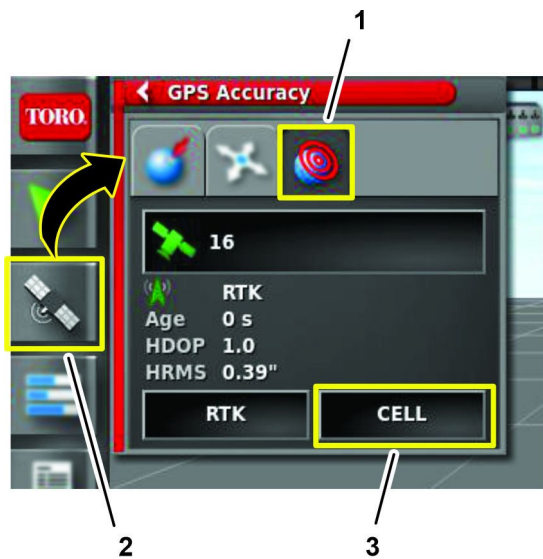

Figure 244
3. Sur la console de commande GeoLink, appuyez sur l'icône INFORMATION GPS (Figure 244).